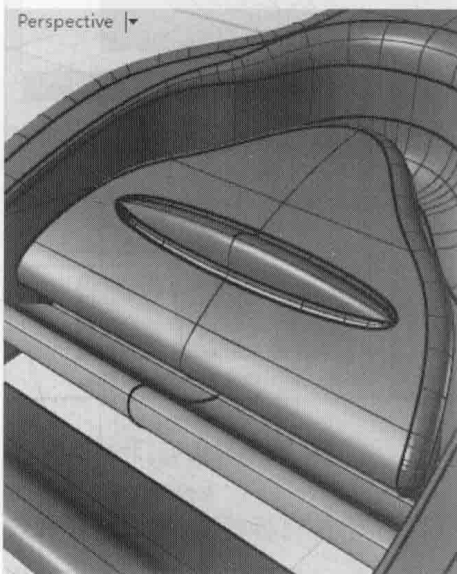

图 5-105 圆角效果
(10) 利用【修剪】按钮修剪曲面。再利用【不等距边缘圆角】按钮对其倒圆角,效果如图 5-105 所示。